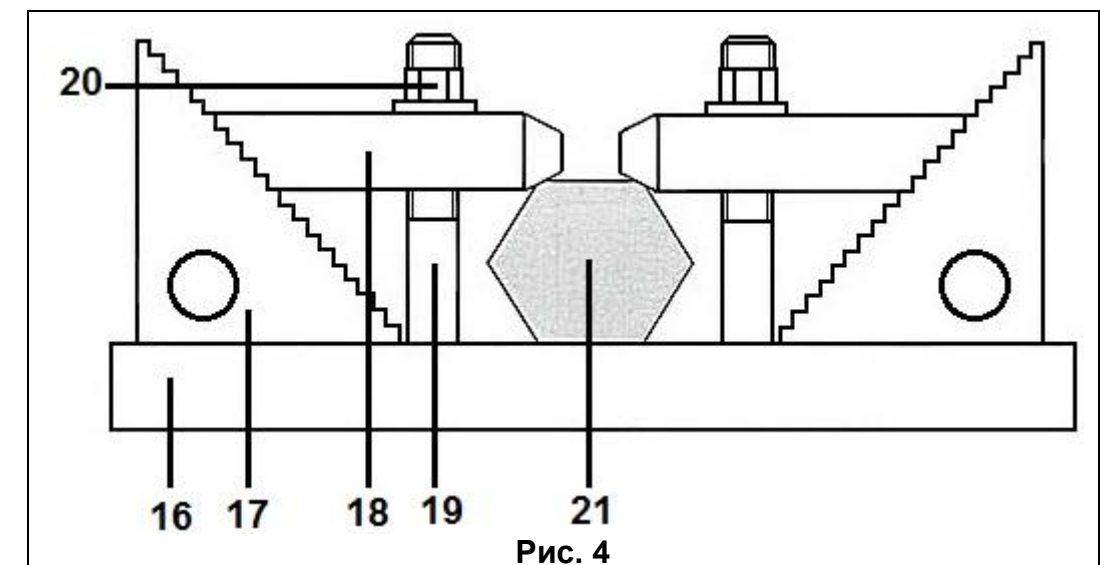

Рис. 4
4.5. Пример закрепления (см. Рис. 4) обрабатываемой заготовки (21) на столе (16) станка зажимной плитой (18), которая одним концом опирается на заготовку (21), а другим ступенчатым на ступенчатую часть зажимной подкладки (17).